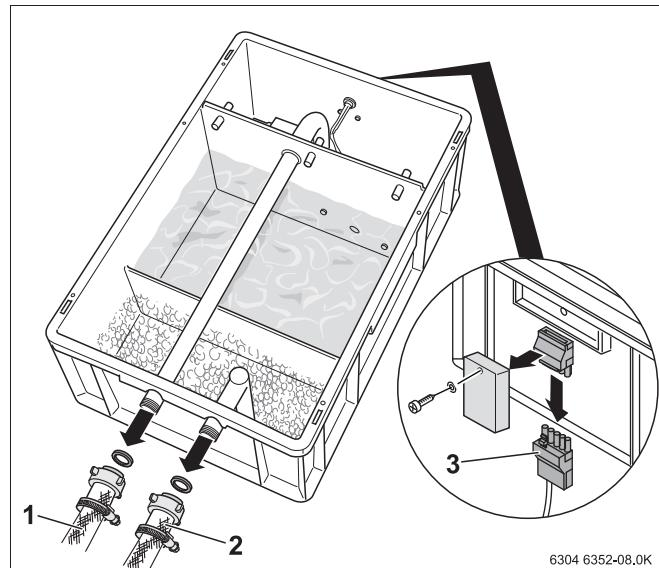

Рис. 9 Проведение технического обслуживания
- Выньте соединительный штекер устройства нейтрализации (рис. 9, **поз. 3**).
- Отключите электропитание устройства нейтрализации. Для этого выньте соединительный штекер (рис. 9, **поз. 3**).
- Отсоедините оба шланга (рис. 9, **поз. 1** и **2**) от нейтрализатора.
- Подключите провод (рис. 9, **поз. 3**) к устройству нейтрализации.